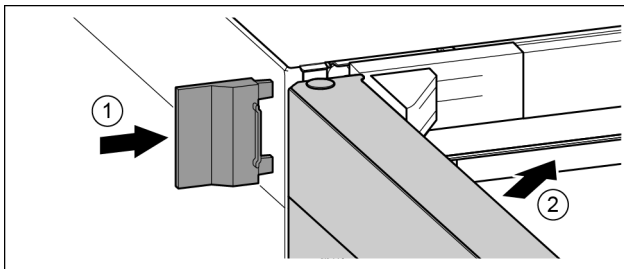

Fig. 23
- ▶ 插入外盖。 Fig. 23 (1)
- ▶ 关闭冰箱上方门。 Fig. 23 (2)